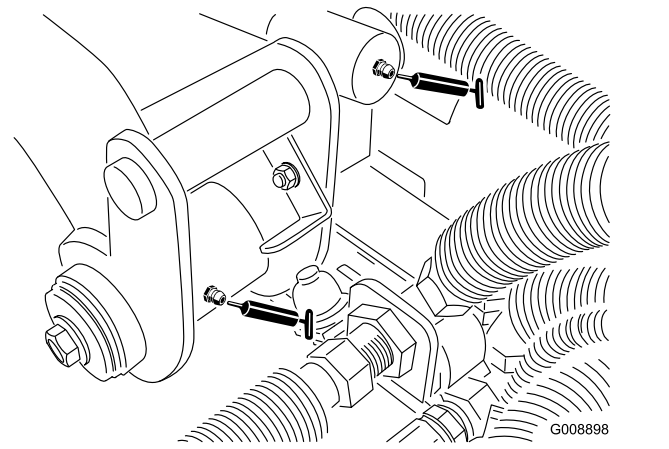

Figura 37
- 2 pivotes de brazo de elevación trasero y cilindro de elevación (**Figura 37**)